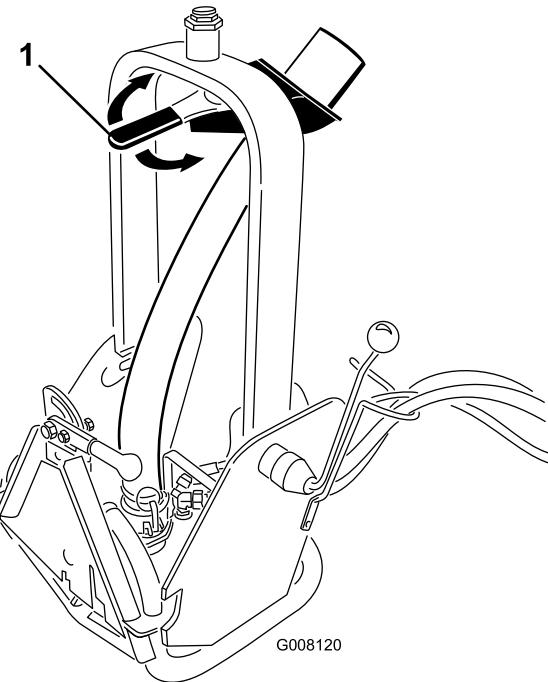

Bild 7
2. Drehen Sie zum Einstellen der Flussrichtung den Düsengriff (Bild 7) in die gewünschte Stellung.
Hinweis: Sie können den Widerstand an der Griffdüse (Bild 7) erhöhen oder verringern, wenn Sie den Drehmoment an der großen Mutter oben am Schwenkturm einstellen.